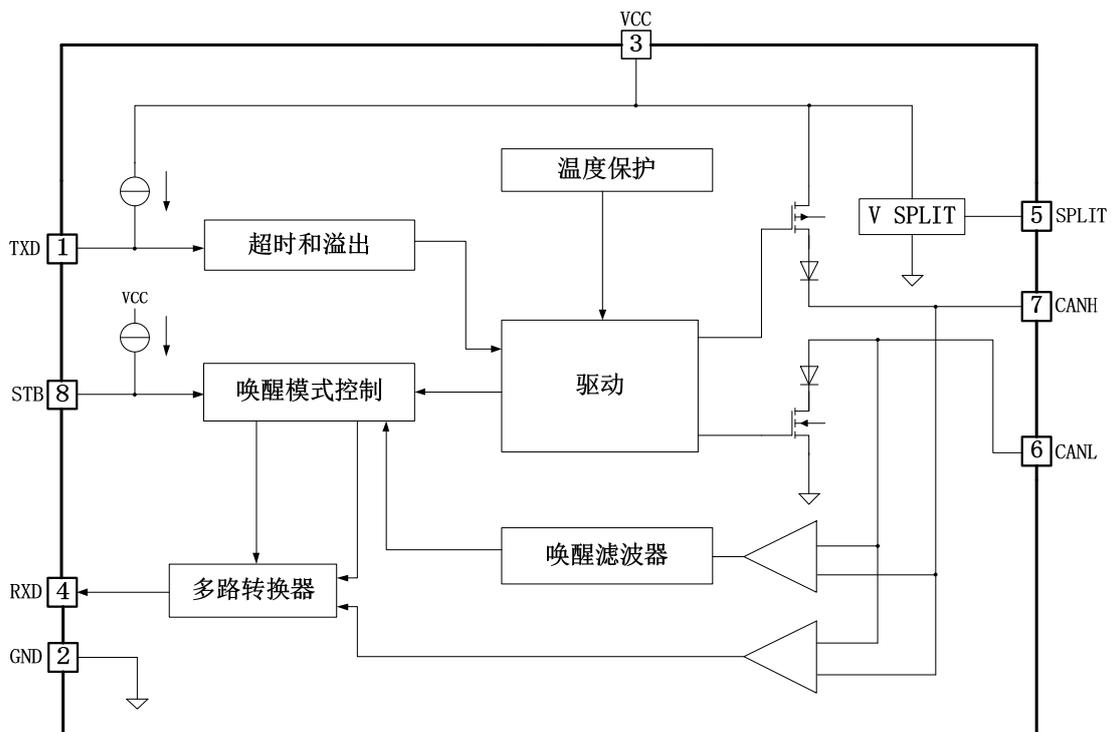

图 1 结构图
**正常模式：**该模式下，收发器可以通过总线 CANH 和 CANL 发送和接收数据（参看图 1 的结构图）。差分接收器将总线上的模拟数据转换成数字数据，通过多路转换器 MUX 输出到 RXD。总线线路上输出信号的斜率固定且最优化，保证较低的电磁辐射（EME）。